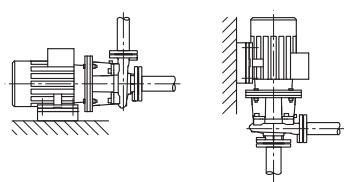
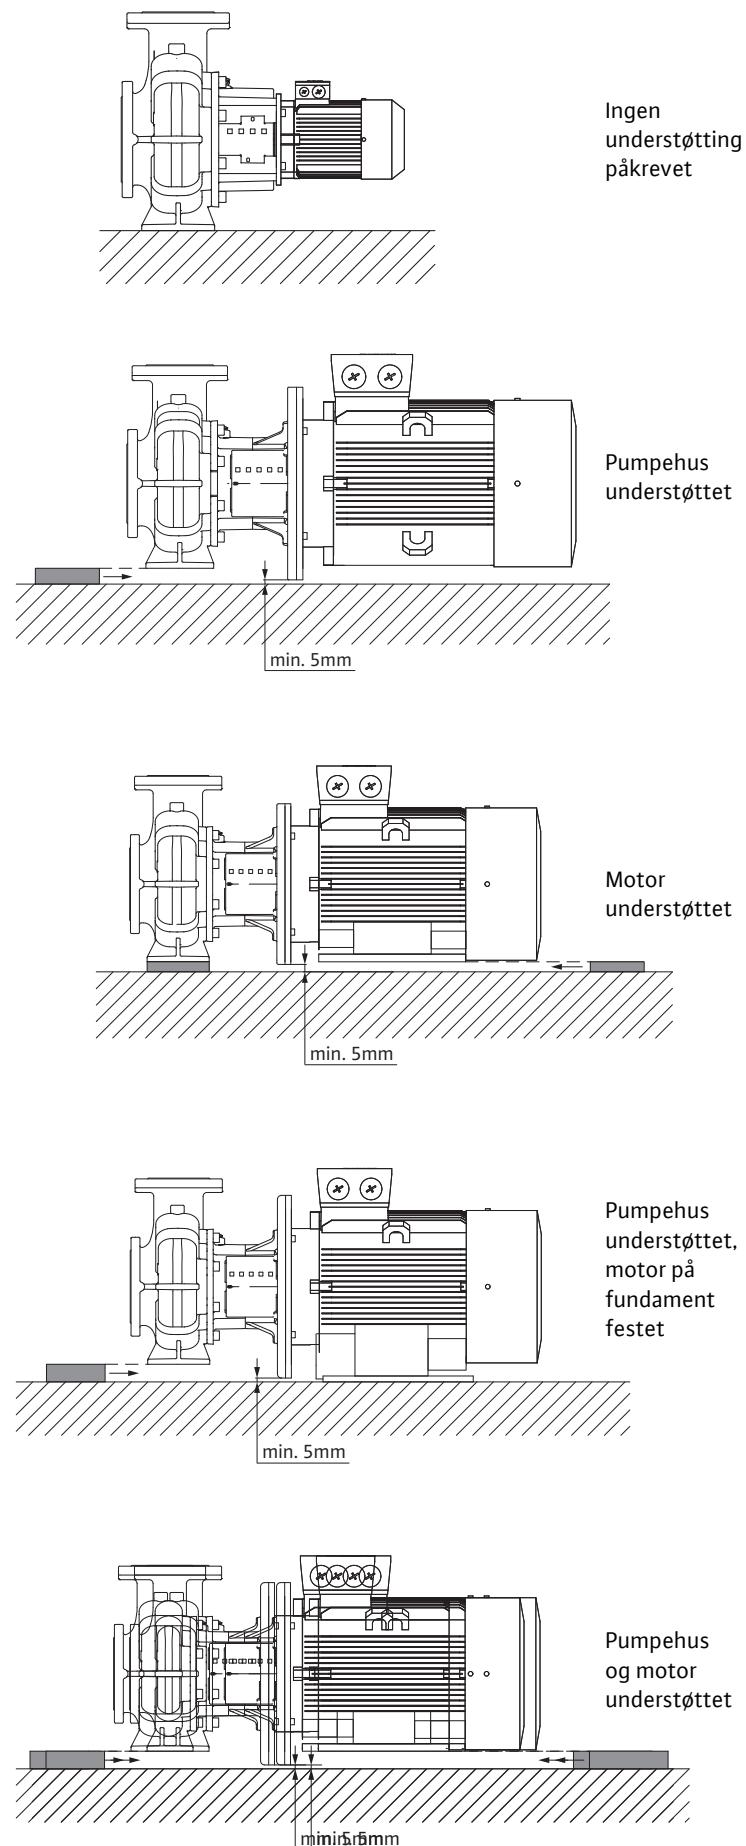

Fig. 41: Utførelse BL
Fig. 42: Monteringseksempler BL
- Blokkpumpe i serien BL må stilles opp på sikre fundamenter/konsoller (Fig. 41). Ved pumper av type BL må motoren understøttes fra en motoreffekt på 18,5 kW, se monteringseksempler BL (Fig. 42).